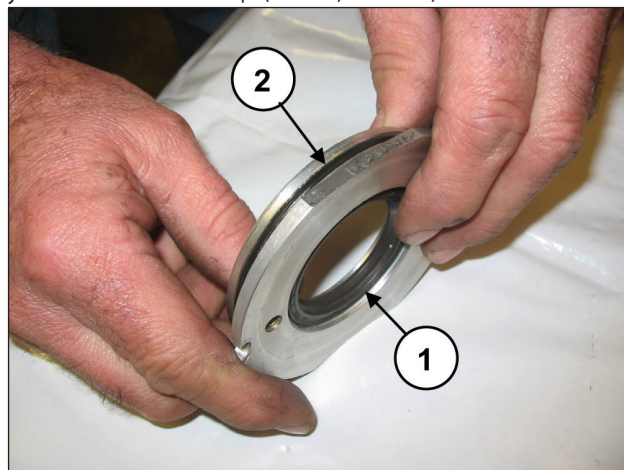

Рис. 130
Замените сальник (поз. ①, Рис. 130) и внешнее уплотнительное кольцо (поз. ②, Рис. 130).